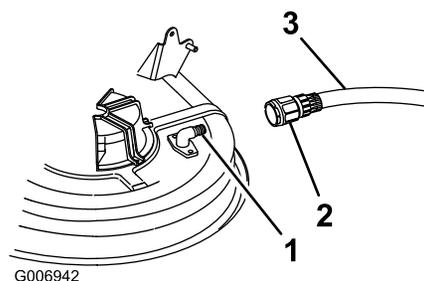

Figura 46
4. Montate il manicotto (non a corredo) al raccordo di lavaggio del tosaerba, quindi aprite il rubinetto per erogare un getto forte (Figura 46).